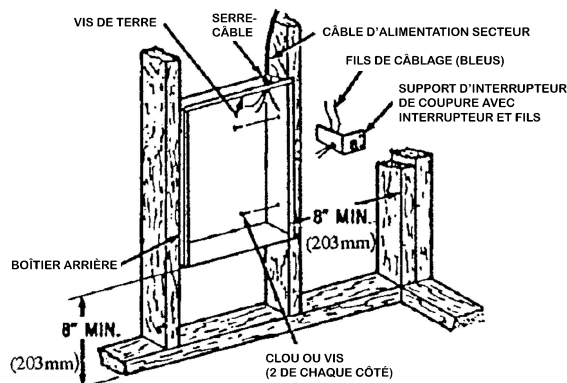

Fig. 1 Positionnement du boîtier arrière dans une construction neuve
3. L'alimentation électrique entre dans le boîtier arrière par les pastilles à enfoncer sur le côté DROIT du boîtier (Voyez la Figure 1). Voyez également le marquage de HAUT sur le boîtier arrière pour la bonne orientation.
1. Montage du boîtier arrière (Voyez la Figure 1).
- c. Fixez le boîtier arrière en place avec des vis à bois ou des clous comme c'est montré en Figure 1.
2. Câblage de l'alimentation électrique (Voyez la Figure 1).